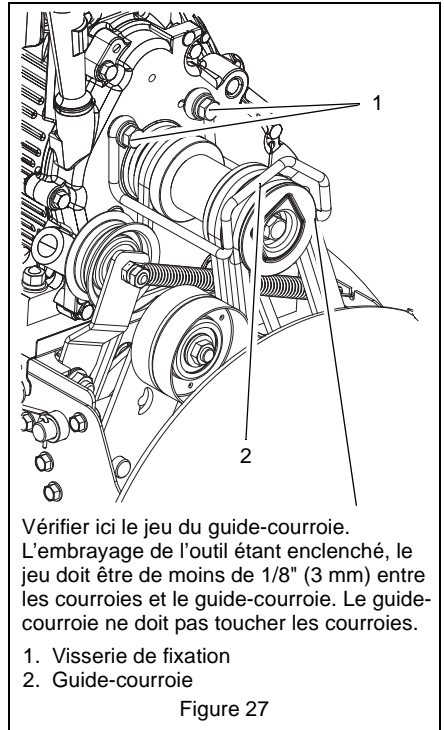

Figure 27
1. Le levier d'embrayage de l'outil étant enclenché, le guide-courroie se trouvant à l'opposé du tendeur de courroie doit être à moins de 1/8" (3 mm) des courroies, sans toucher celles-ci (Figure 27).
8. Déposer le guide-courroie (Figure 27).